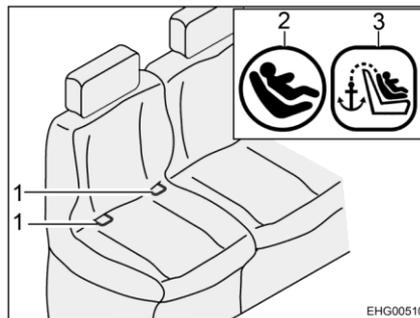
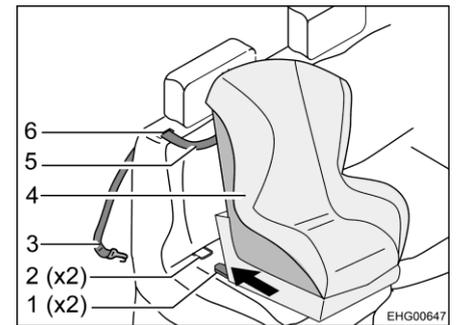

Fig. 6 Siège avec Isofix
Fig. 7 Fixation avec Top-Tether
- Faire passer la sangle Top-Tether (Fig. 7,5) à travers la fente (Fig. 7,6) dans le coussin du dossier (à côté de l'appuie-tête).
- Accrocher le crochet de fixation (Fig. 7,3) au point d'ancrage en face arrière du siège.
- Encliqueter les bras d'encliquetage (Fig. 7,1) dans les étriers de fixation (Fig. 6,1 et Fig. 7,2). Un cliquetis clair doit être entendu.
- Vérifiez à l'aide d'une forte secousse si le siège pour enfant (Fig. 7,4) est bien installé.